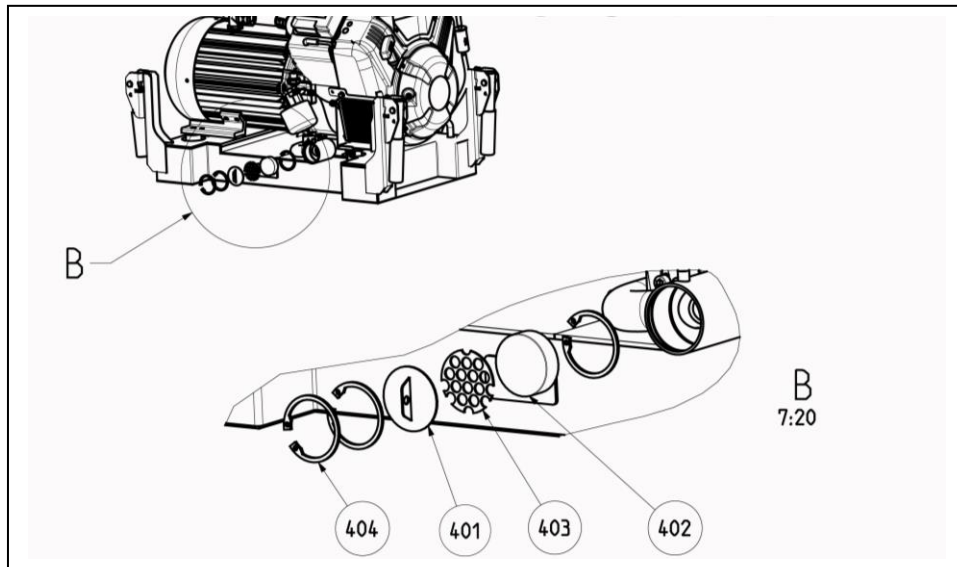

Abb. 10.3
7. Entfernen Sie die Sicherungsringe von der Abgasaustrittsöffnung der Bedienseite des Stromerzeugers (Abb.10.3, 404).
8. Entnehmen Sie das Verschlussblech von der Bedienseite des Stromerzeugers (Abb. 10.3, 401).